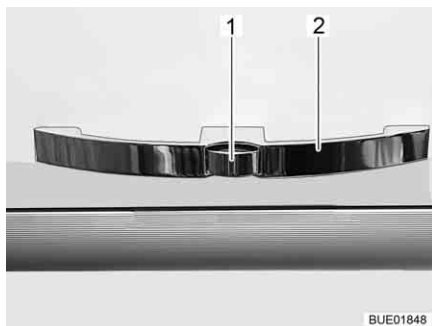
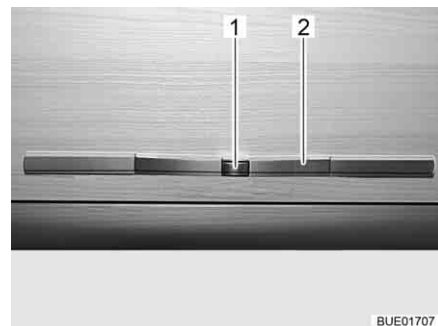

Fig. 48 Trampilla de muebles con tirador (ejemplo)
Fig. 49 Trampilla de muebles con tirador (alternativa)
- Presionar el botón de desbloqueo (Fig. 48,1 ó Fig. 49,1) en el tirador (Fig. 48,2 ó Fig. 49,2) y mantenerlo presionado.